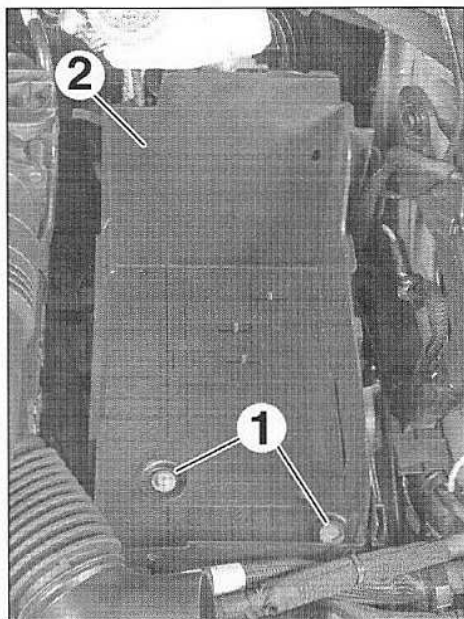
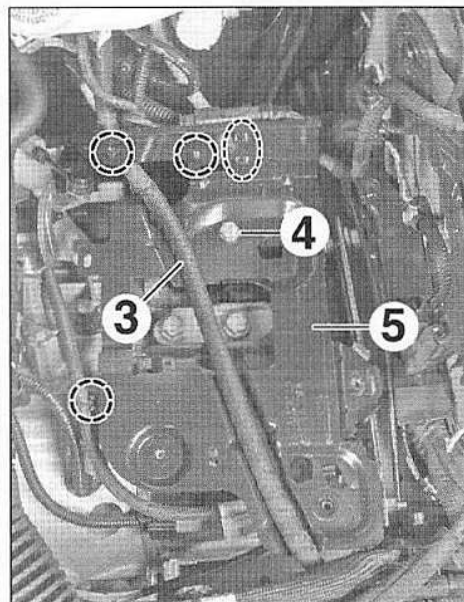
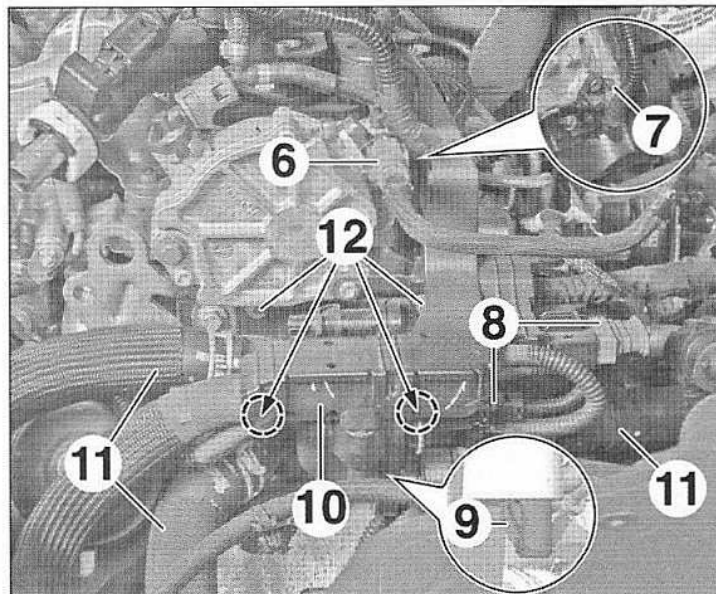

FIG.32
FIG.33
FIG.34
- Déposer (Fig.32) :
- les vis (1),
- le bac à batterie (2).
- Dégrafer et écarter les faisceaux attenants au support de batterie (Fig.33).
- Libérer le faisceau (3).
- la vis (4),
- le support de batterie (5).
- Débrancher le raccord (6) sur la pompe à vide (Fig.34).